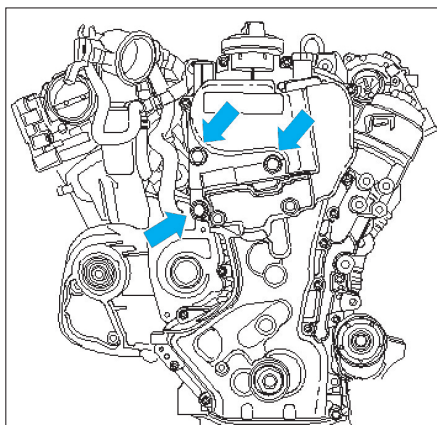

Fig. 7
- Desserrer dans un premier temps les vis centrales puis dans un second temps les vis extérieures du carter de distribution (Fig.7).